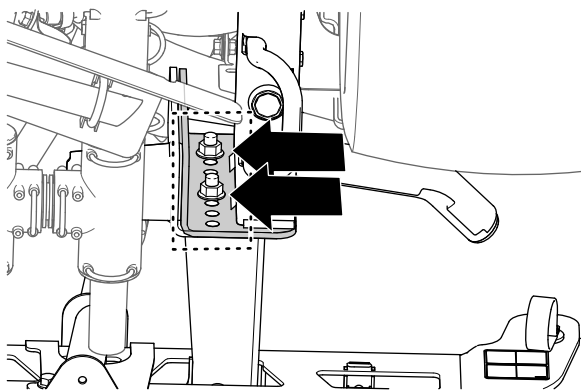

Figura 46
- Utilizzate un pezzo di nastro adesivo per segnare i fori in cui i 4 bulloni a testa flangiata ($\frac{1}{2}$ " x $1\frac{1}{4}$ ") e i 4 dadi di bloccaggio flangiati ($\frac{1}{2}$ ") fissano le staffe di supporto per la sezione di irrorazione centrale alla piastra di montaggio della macchina (Figura 46).